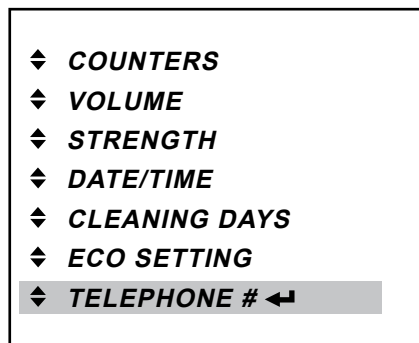

Fig. 39
- Press the enter button ↵ to access the «TELEPHONE #» menu. (Fig. 39)